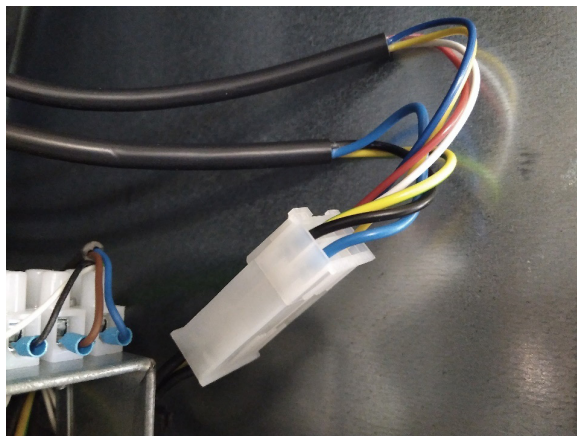

Bild 19 Anslutning till VP-lådan.
2. Se till att kontaktdon M5 (bild 19) är korrekt ansluten till styrenkortet.